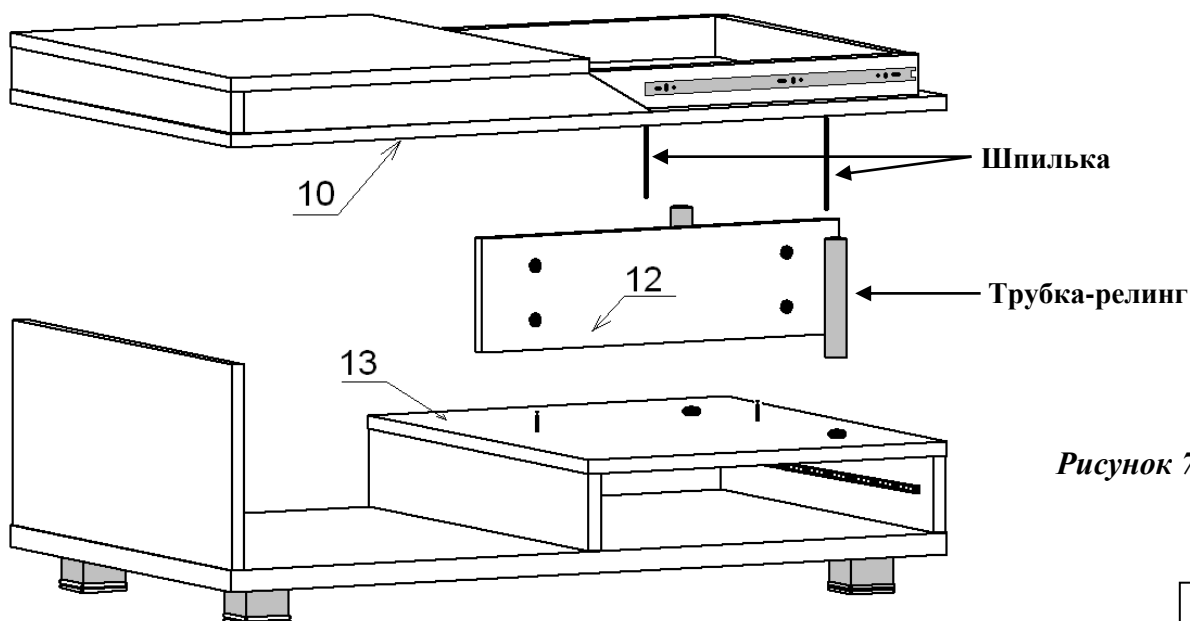

Рисунок 7
11. Прикрутить шпильки в пластмассовые втулки детали поз. 10. Установить щит жесткости 12 и трубки-релинги на деталь поз. 13. Установить верхний каркас в сборе на детали поз. 11, 12 и трубки-релинги и стянуть эксцентриками 16 мм. Гайки М6 затянуть на шпильках. См. рисунок 7.